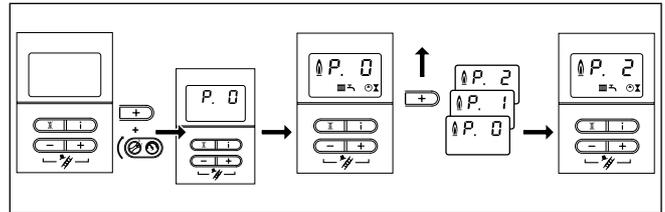

Fig. 6.8 Impostazione del valore kW minimo (P.2)
- Premere il tasto „+“ del display e, mantenendolo premuto, portare l'interruttore generale su „I“ (vedere fig. 6.8, Impostazione del valore kW minimo).
Vengono mostrati alternatamente «P.2» e l'attuale pressione di riempimento dell'impianto (vedere fig. 6.8, Impostazione del valore kW minimo).